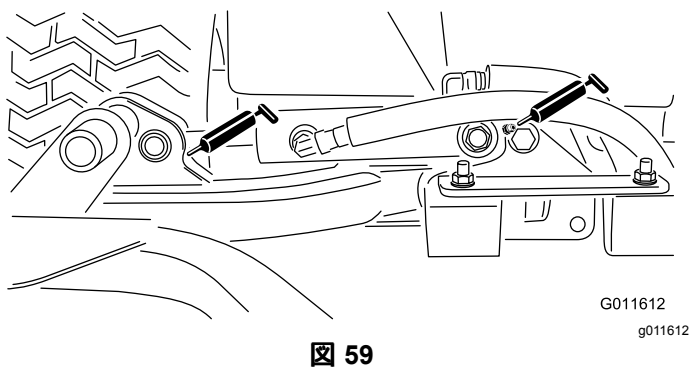

図 59
- 昇降アームのシリンダ各カuttingユニットの2ヶ所一 図 59
- 昇降アームのピボット各アームに1ヶ所一 図 59